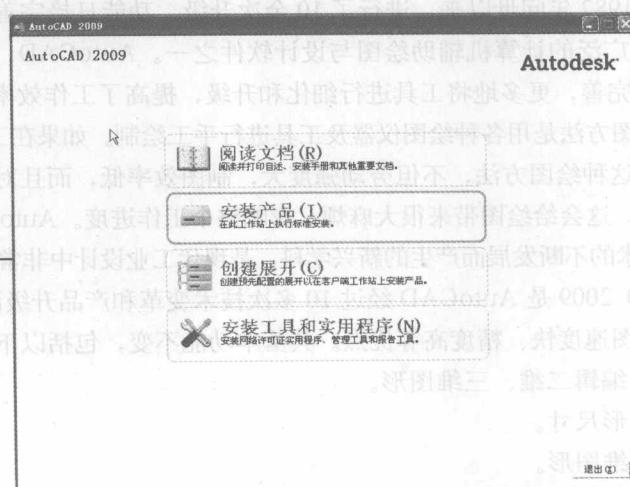

图1-1
Step 1 将AutoCAD 2009的安装光盘放到光驱内，打开AutoCAD 2009安装文件夹。双击“setup”图标，打开图1-1所示的窗口。